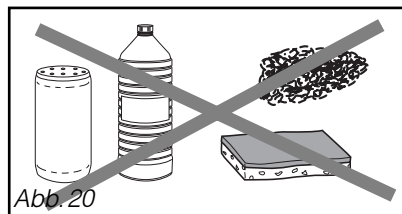

Abb. 20
- Verwenden Sie in keinem Fall (Abb. 20)